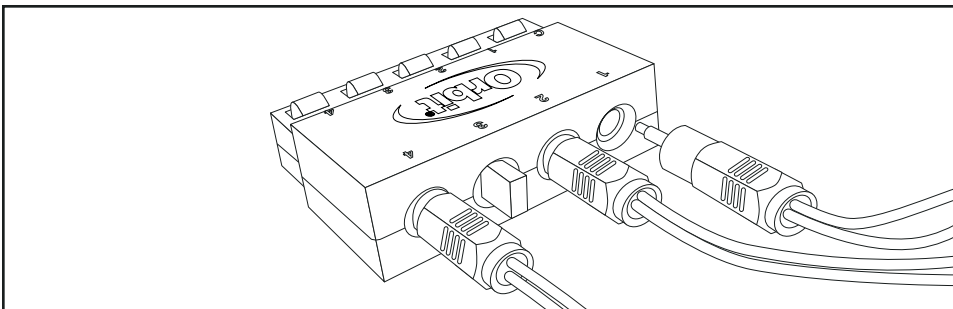

Figure 6: Insertion de la prise de vanne
Étape 8. Insérez la prise de câble de la vanne dans chaque ouverture et enfoncez-la fermement. [voir figure 6]